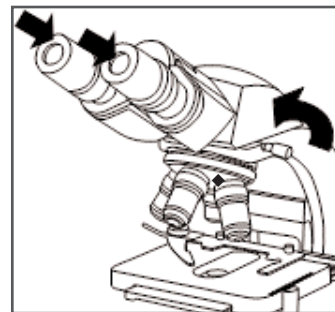

Figura. 4
- ◆ Placez la tête et fixez-la à l'aide de la vis y comprie ; insérez le/les oculaire/s (**Figura 4**). D'habitude, la tête est situé dans la position frontale, cependant on peut la placer à n'importe quel position.